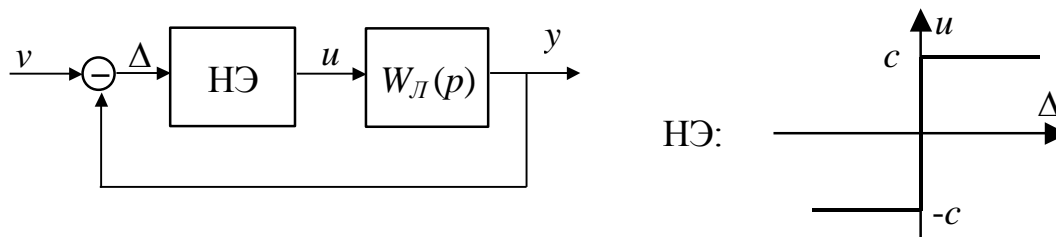
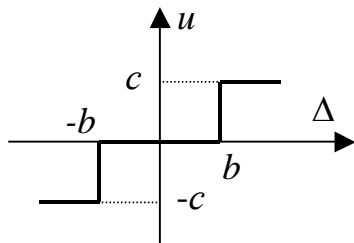
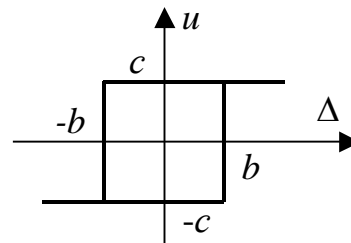

Рис.12.1
Рис. 12.3
Рис. 12.4
2. Определить параметры автоколебательного режима для системы (рис.12.1), где
3. Определить параметры автоколебательного режима методом Коченбургера для системы (рис.12.1.) с нелинейным элементом типа "реле с зоной нечувствительности" (рис.12.3), где
4. Определить параметры автоколебательного режима методом Коченбургера для системы (рис.12.1.) с нелинейным элементом типа "реле с гистерезисом" (рис.12.4.), где
5. Определить параметры автоколебательного режима методом Гольдфарба для системы (рис.12.1.), где
6. Определить параметры автоколебательного режима методом Гольдфарба для системы (рис.12.1.), где
7. Определить параметры автоколебательного режима методом Коченбургера для системы (рис.12.1.) с нелинейным элементом типа "реле с гистерезисом" где
8. Определить параметры автоколебательного режима методом Коченбургера для системы (рис.12.1.), где
9. Определить параметры автоколебательного режима методом Гольдфарба для системы (рис.12.1.), где
10. Определить параметры автоколебательного режима методом Коченбургера для системы (рис.12.1.), где
11. Определить параметры автоколебательного режима методом Гольдфарба для системы (рис.12.1.), где
12. Определить параметры автоколебательного режима методом Коченбургера для системы (рис.12.1.), где
13. Определить параметры автоколебательного режима методом Гольдфарба для системы (рис.12.1.), где
**14.** Определить параметры автоколебательного режима методом Гольдфарба для системы (рис.12.1.), где
**15.** Определить параметры автоколебательного режима методом Гольдфарба для системы (рис.12.1.), где
**16.** Определить параметры автоколебательного режима методом Гольдфарба для системы (рис.12.1.), где